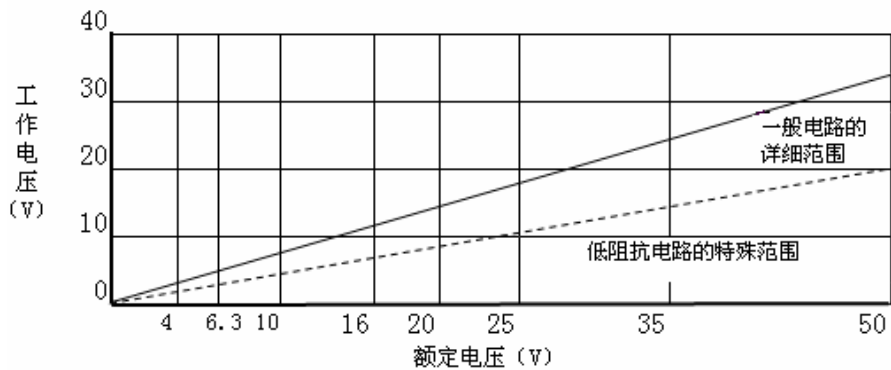

图 7.5-1
- a. 使用低阻抗电路时(尤其开关电源中的滤波电容器), 请将使用电压设定在额定电压的 1/3 以下。使用其它电路时, 请将使用电压设立在额定电压的 2/3 以下(见图 7.5-1)。图示如下:
- c. 钽电容器在电路中, 应控制瞬间大电流对电容器的冲击, 建议串联电阻以缓解这种冲击。请将 $3\Omega/\text{V}$ 以上的保护电阻器串联在电容器上, 以限制电流在 300mA 以下。无法加入保护电阻时, 请使用 1/3 额定电压以下作为工作电压(见图 7.5-1)。